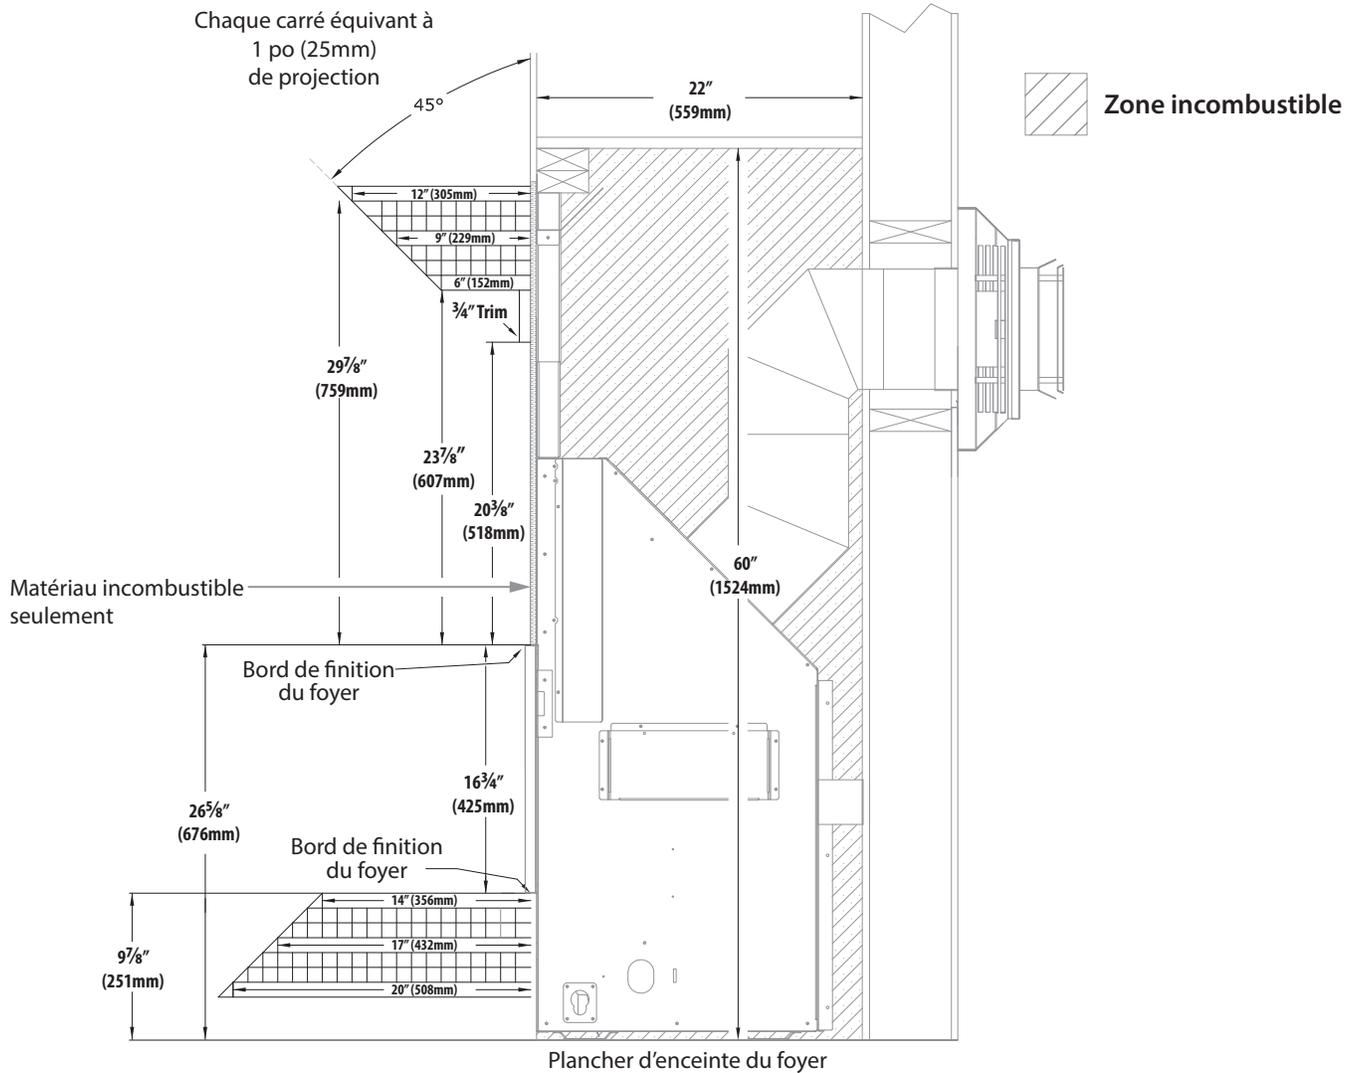

Figure 4.1, Exigences du manteau combustible
- Profondeur du manteau combustible - Comme la Figure 4.1 l'indique, la bordure de finition de 3/4 po (19 mm) peut commencer à 20-3/8 po (518 mm) au-dessus du bord de finition du foyer avec un manteau de 6 po (152 mm) commençant à 23-7/8 po (607 mm) au-dessus du bord de finition. La profondeur du manteau peut augmenter de 1 po (25 mm) pour chaque 1 po (25 mm) de hauteur additionnelle, à partir d'un manteau de 6 po (152 mm).
- Extension d'âtre en matériau combustible: Tel qu'indiqué à la Figure 4.1, le bas du bord de finition peut arriver à égalité avec le dessus de l'extension d'âtre, si vous n'utilisez aucun contour optionnel. Si vous installez un contour optionnel, voir la Section 4.3 Directives de finition en maçonnerie pour les contours optionnels (page 32).